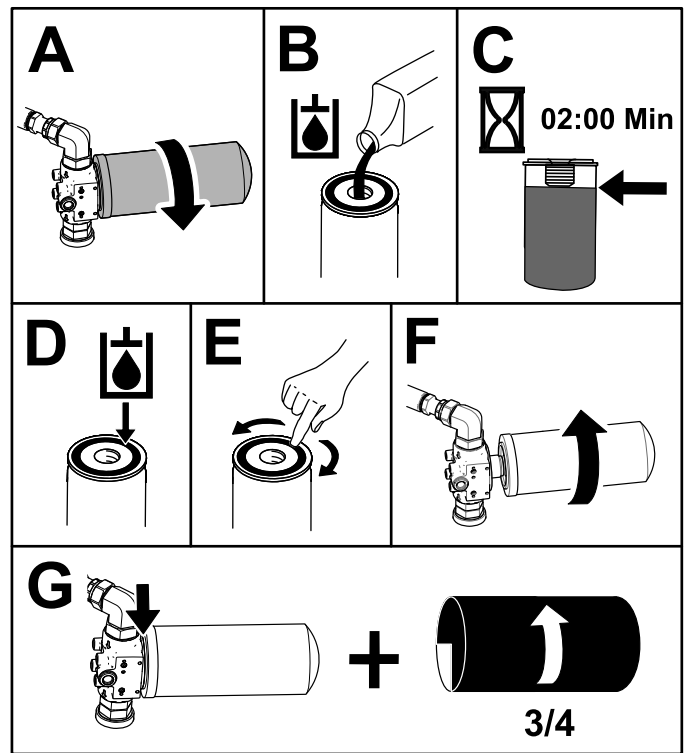

Figura 79
5. Coloque un recipiente debajo del filtro y cambie el filtro (Figura 79).